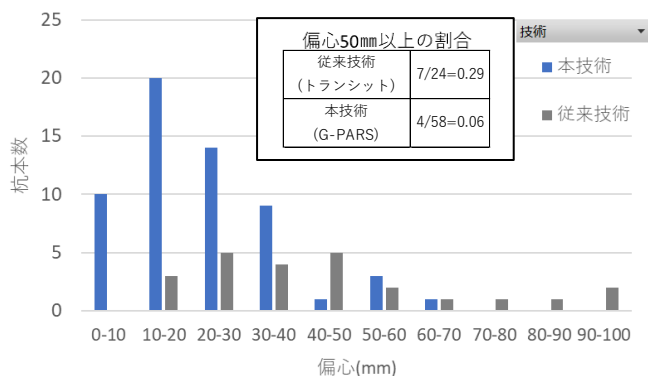

図 4 各技術による偏心のヒストグラム
- ・偏心 50 mm以上の割合が従来技術 29%に対し、本技術では 6%であった(図 4)。このことより杭の偏心の規格値である 100 mmを余裕をもって下回ることができた。